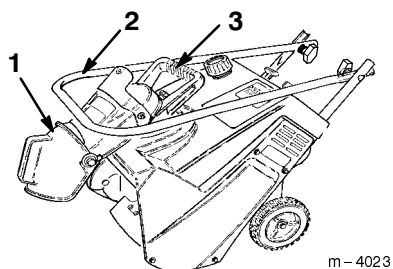

Figure 8
2. Repliez l'éjecteur et revissez fermement le bouton sur le boulon à l'arrière de la poignée de l'éjecteur (Fig. 8).
3. Desserrez les boutons de la poignée et repliez cette dernière sur la déneigeuse (Fig. 8).
4. Portez la déneigeuse par la poignée de l'éjecteur (Fig. 8).